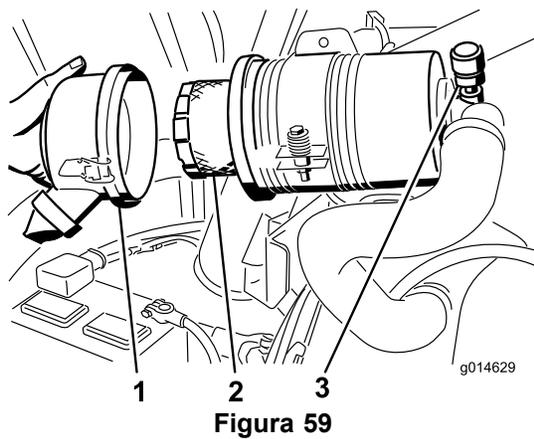

Figura 59
3. Retire e substitua o filtro (Figura 59).